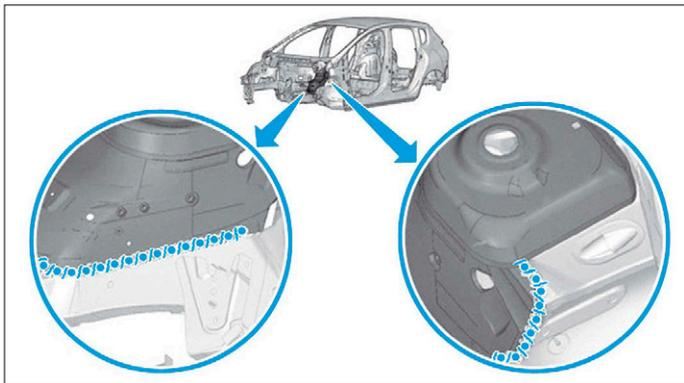
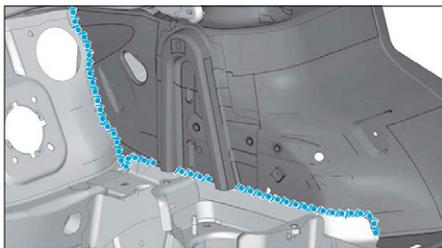

FIG. 40
FIG. 41
- une couche d'impression phosphatante sur la zone mise à nu (Fig.40) et (Fig.41),